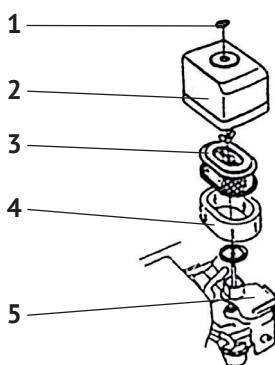

рис.9
- открутить болт (рис.9 поз.1) крепления крышки корпуса фильтра (рис.9 поз.5) и снять крышку (рис.9 поз.2), как показано на рис.9;
- извлечь и осмотреть бумажный (рис.9 поз.3) и поролоновый (рис.9 поз.4) элементы воздушного фильтра;